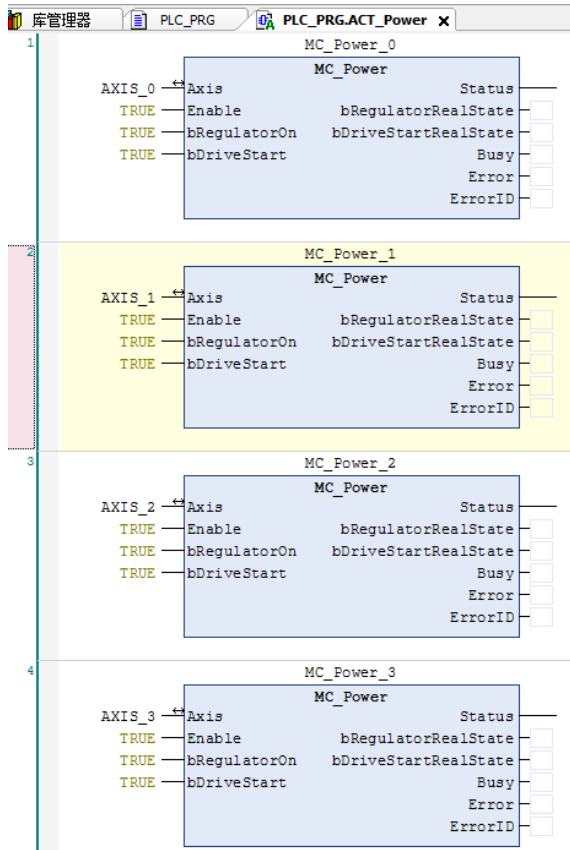

图 8.9 上电模块
- 2) 在主程序 PLC\_PRG 下添加上电模块 ACT\_Power 和运动模块 ACT\_Move，并配置对应的参数，如图 8.9、8.10 所示。